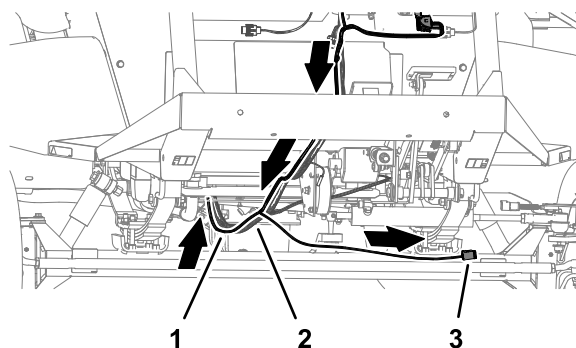

Figure 86
1. Acheminez le faisceau du kit vers l'arrière, le long du faisceau de la machine (Figure 86).
2. Acheminez la branche du faisceau avec le connecteur étiqueté WHEEL ANGLE SENSOR le long de l'arrière du tube d'essieu avant (Figure 86).